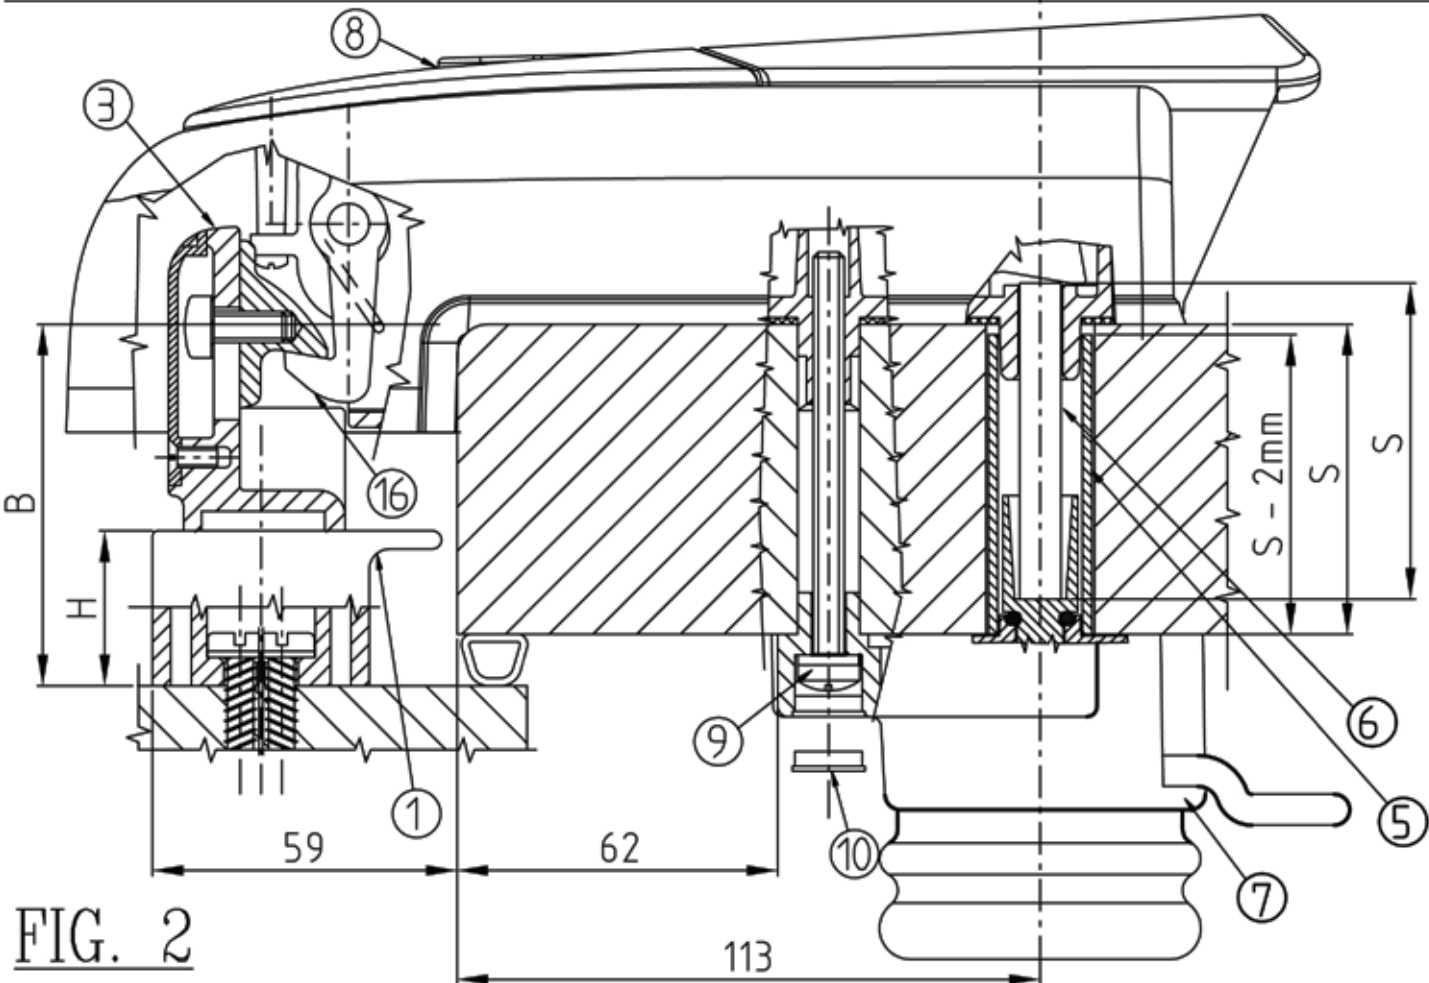

FIG. 2
- 5 - fig.2 uciąć rurkę **(5)** o 2mm krótszą od płata "S" a długość bolca **(6)** dokładnie jak "S"
- 6 - fig.2 włożyć rurkę **(5)** do otworu o średnicy 21mm
- 8 - fig.2 założyć zamek zewnętrzny **(8)** w odpowiednie otwory na płacie
- 9 - fig.2 włożyć bolec **(6)** w rurkę **(5)** tak jak w pkt. 7
- 10 - fig.2 włożyć część wewnętrzną zamka **(7)** w odpowiednie otwory na płacie
- 11 - fig.2 włożyć 4 śruby **(9)** z podkładkami w odpowiednie otwory i dokręcić **uważając, żeby nie wgnieść płata!!!**
- sprawdzić czy bolec (6) został włożony i przycięty właściwie (jak w pkt. 5)
- sprawdzić czy rurka (5) jest we właściwej długości i nie wystaje ponad płat (jak w pkt. 5)
- 12 - fig.2 - włożyć 4 zaślepki **(10)** w odpowiednie miejsca wewnętrznej części zamka
- 5 - fig.2 cut the tube **(5)** 2 mm less than the dimension "S", cut the internal bar **(6)** same dimension "S".
- 6 - fig.2 insert the tube **(5)** into \varnothing 21 mm hole;
- 8 - fig.2 place the external handle **(8)** into the proper door housings.
- 9 - fig.2 insert the cutting bar **(6)**, (as per point 5), into the tube **(5)**. **Verify the correct bar application as per point 7.**
- 10 - fig.2 place the internal safety device **(7)** in to the proper housings.
- 11 - fig.2 insert the 4 screws with rings **(9)** into their housings and tighten them. **Taking care to avoid the panel compression !!**
- 12 - fig.2 insert the 5 taps **(10)** into the respecting safety inside device's housings;